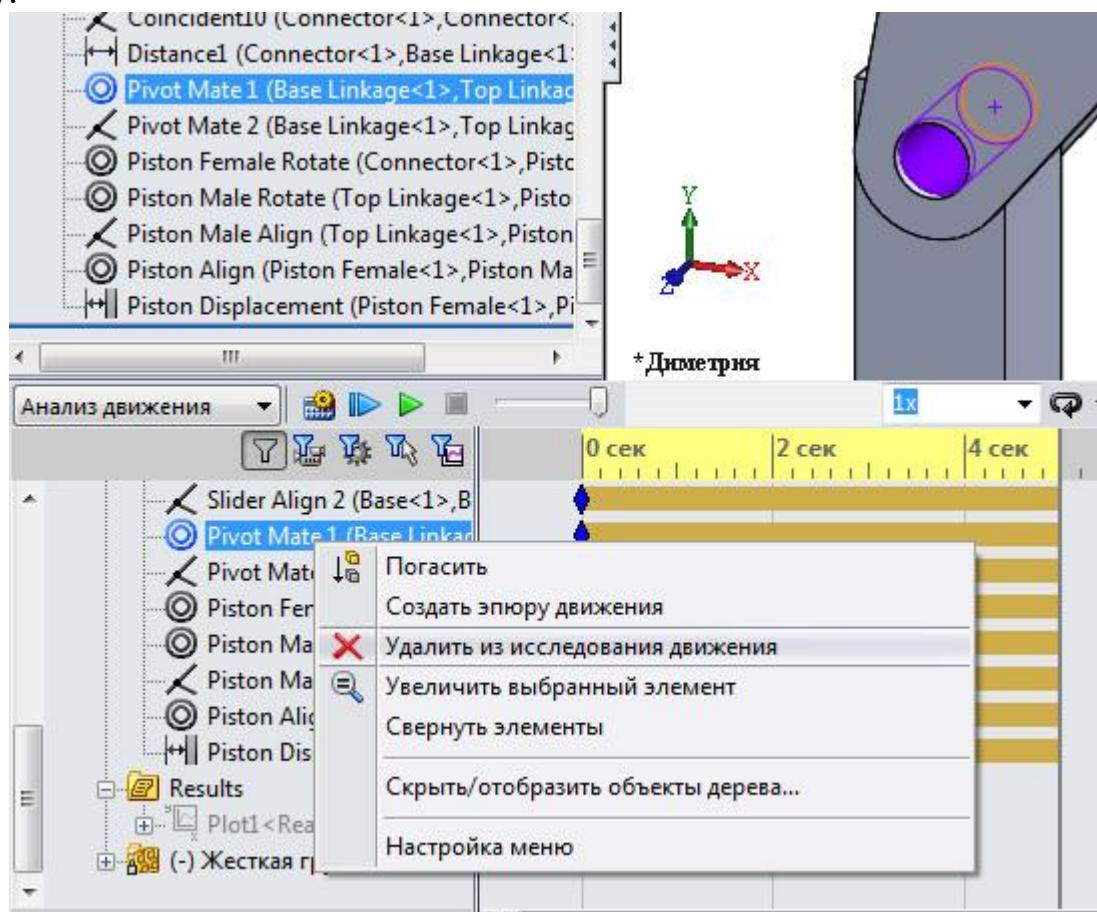

Рис. 19. Видалення спряження з розрахунку
5. Розгорніть папку **Сопряжение** (дерево Motionmanager), клацніть правою кнопкою миші **Сопряжение** шарнира і виберіть **Удалить из исследования движения** (див. рис. 19)